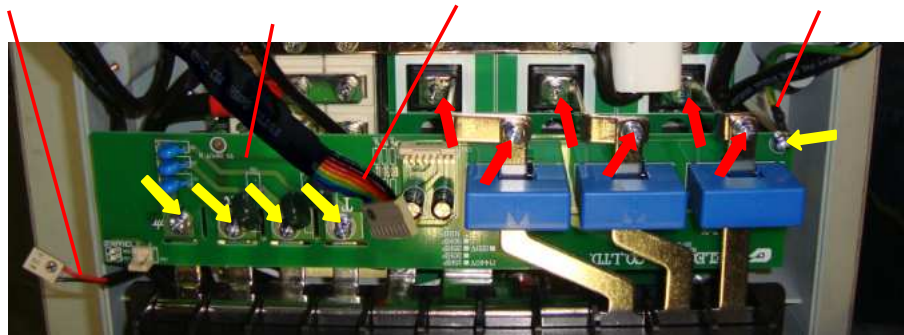

Рис. 6.12
- 6.9.1. Отсоединить от платы датчиков тока разъемы кабеля индикации заряда и шлейфа платы датчиков тока (рис. 6.12).
- 6.9.2. Выкрутить четыре винта крепления платы токовых датчиков ко входным шинам и винт крепления провода заземления 2 (рис. 6.12, желтые стрелки).
- 6.9.3. Выкрутить шесть винтов крепления выходных шин (рис. 6.12, красные стрелки), демонтировать шины и положить их в тару.